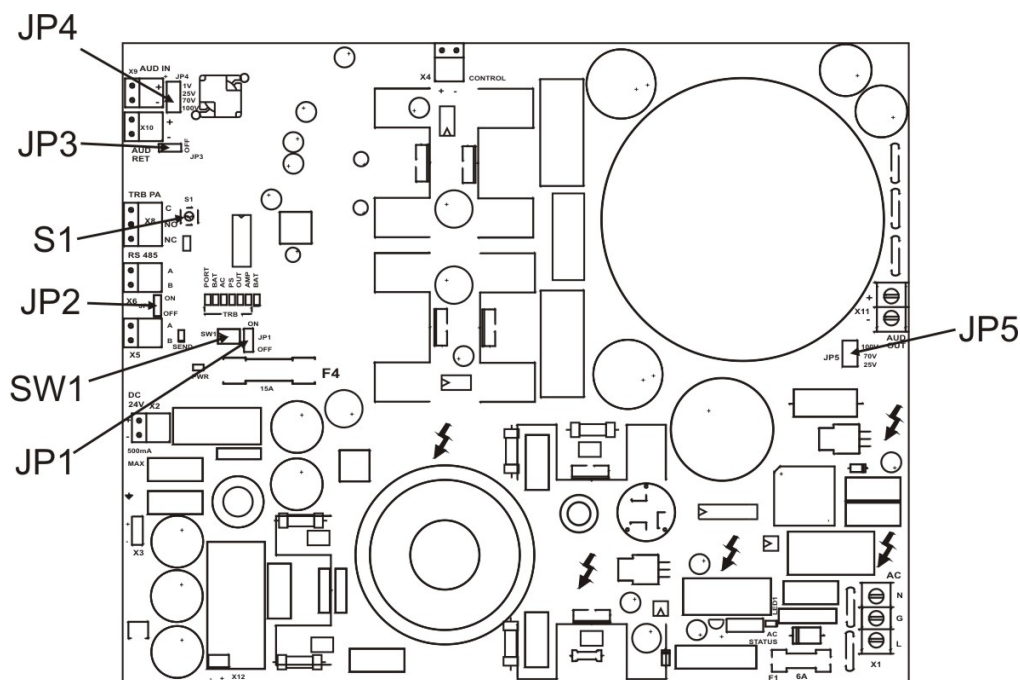

Рис. 5. Расположение перемычек и переключателей на печатной плате.
Расположение перемычек и переключателей на печатной плате усилителя мощности AL-250PA показано на Рис. 5. В Таблице 3 указано назначение и приведено описание перемычек и переключателей.
3.2.7.2. Установите переключкой J4 нужный уровень входного аудио сигнала. **Положение переключки J4 должно соответствовать уровню выходного напряжения установленного в предыдущем устройстве.** Заводская установка – 70 В. Расположение переключки J4 показано на Рис. 5.
- Установите переключкой JP5 требуемый уровень напряжения на аудио выходе (25 В, 70 В или 100 В). Заводская установка – 70 В. Расположение переключки JP5 показано на Рис.5.